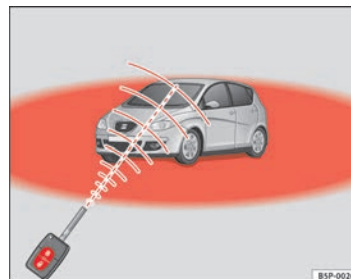

Abb. 65 Wirkungs-
- Die Funk-Fernbedienung funktioniert nur, wenn Sie sich im Wirkungsbereich befinden ⇒ Seite 105, Abb. 65 (roter Bereich).